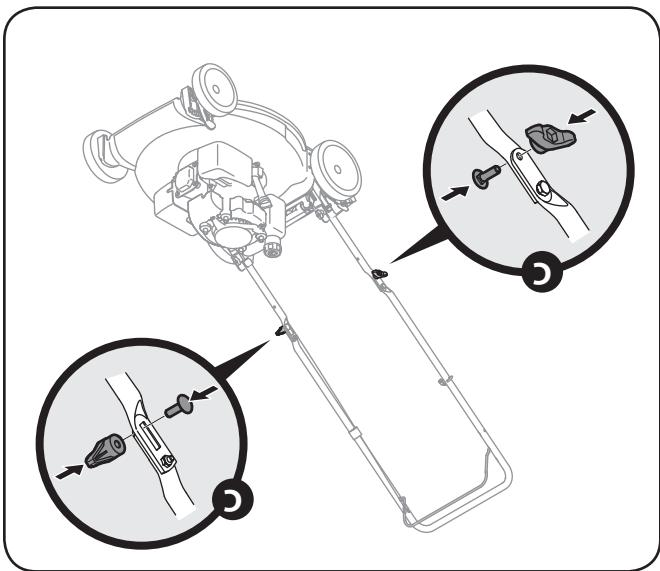

Figure 3-5
- b. Remettez les écrous à oreilles à fond pour maintenir le guidon en place dans les trous inférieurs du guidon, comme à la Fig. 3-5.